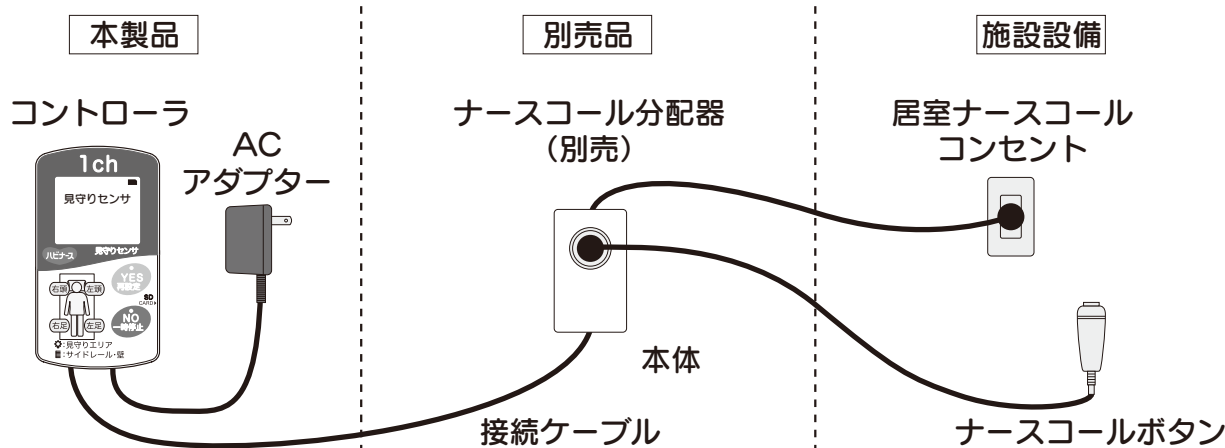

図1 製品の接続図
- 3 図1のようにコントローラとナースコール分配器（本体及び、接続ケーブルは別売）およびナースコールボタン（施設設備）の接続をします。